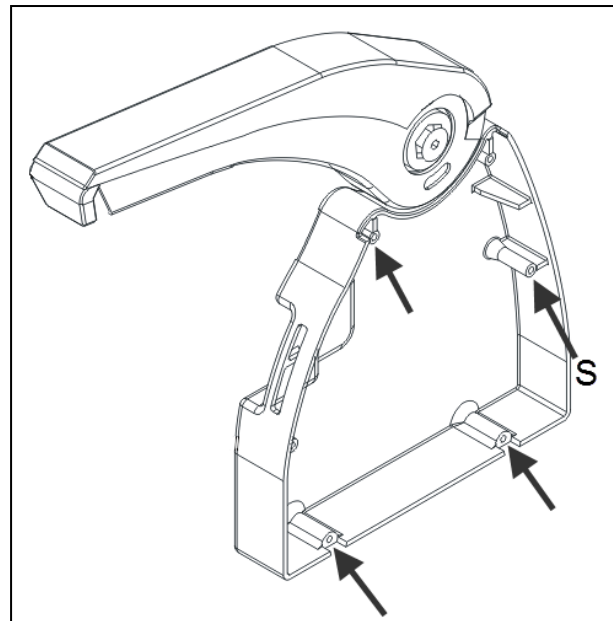
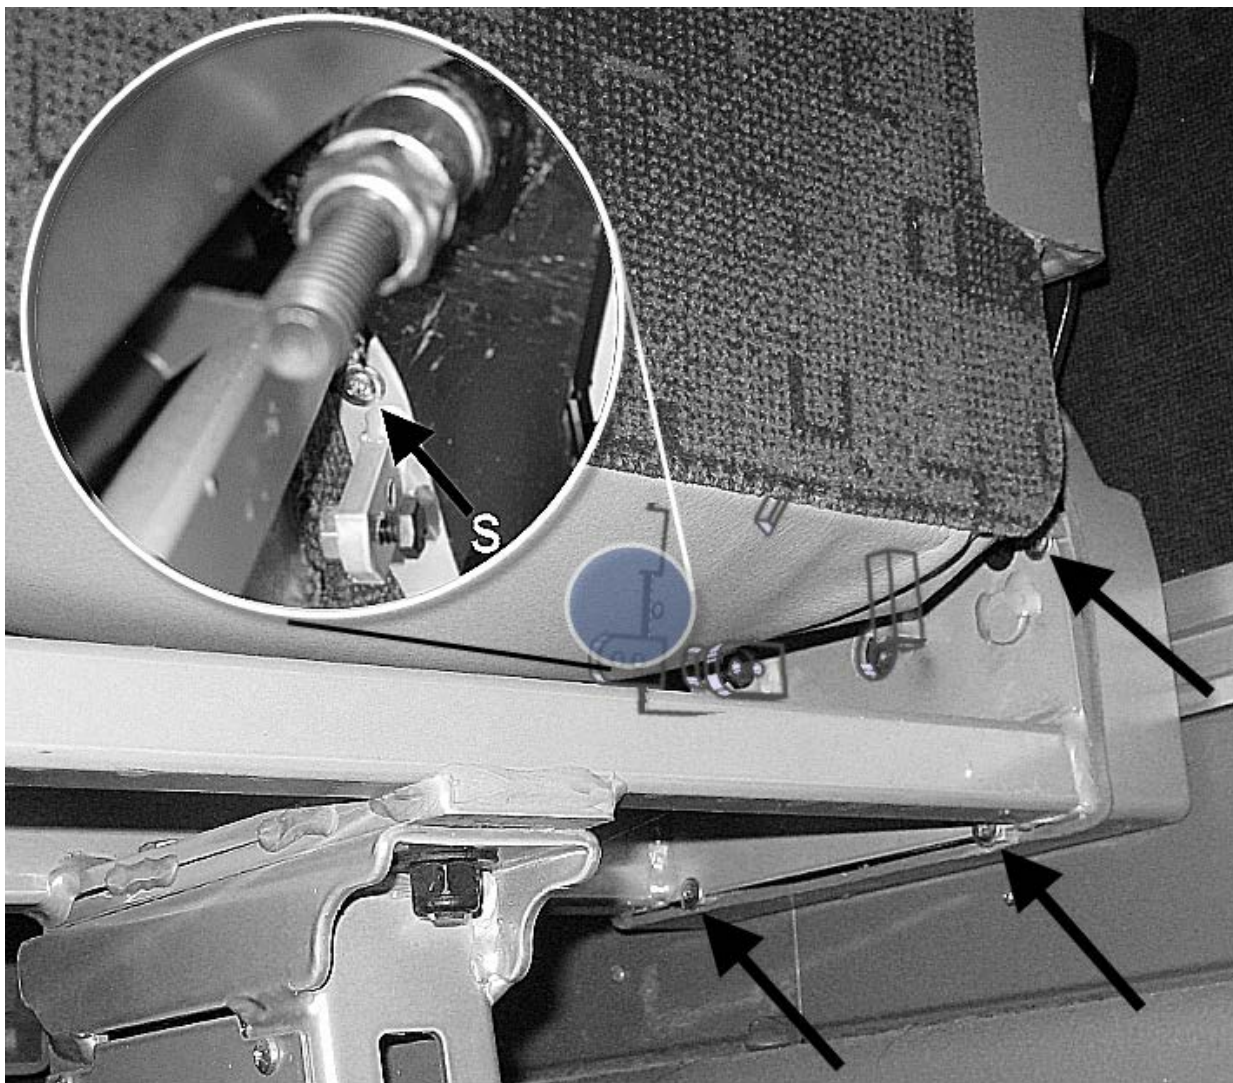

FIGURE 8 : EMBLACEMENT DES VIS
FIGURE 9 : EMBLACEMENT DE LA VIS CACHEE « S »
5. Retirer les vis retenant le couvercle en plastique, (fig. 8, fig. 9) (4 emplacements, de l'intérieur)